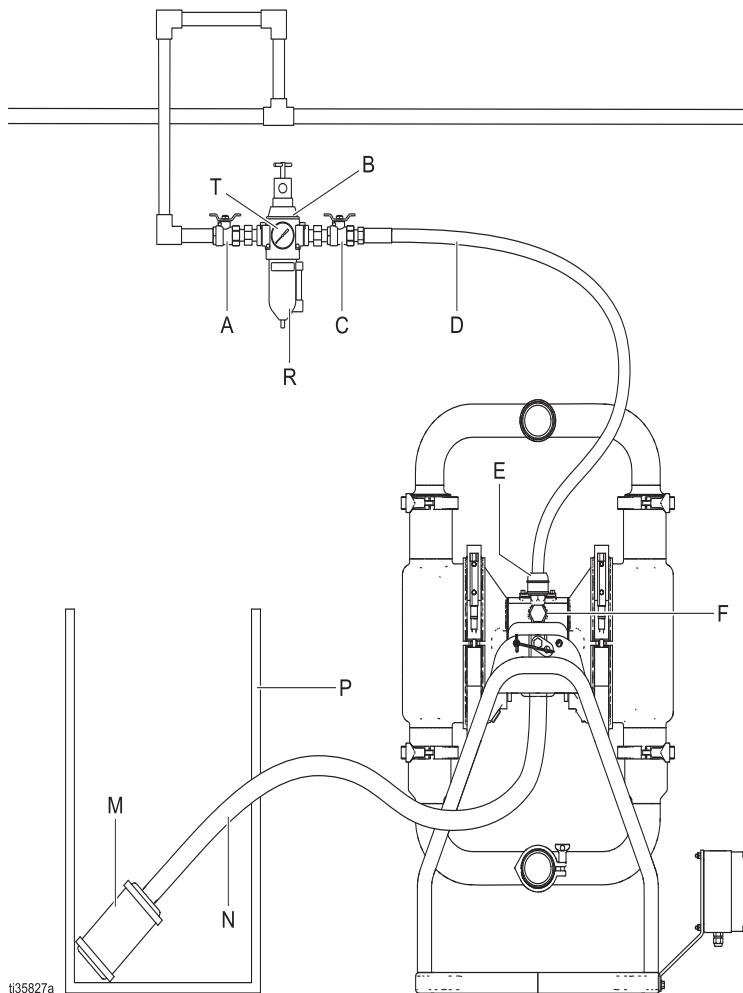

図 3: 排気の排出
システムが設置方式に合わせて適切に換気されることを確かめてください。可燃性または毒性のある液体をポンプ処理するときには、排気を、人間、動物、食物取り扱い場所、およびすべての着火源から離れた場所に排出する必要があります。ダイアフラムが破損した場合、ポンプ処理中の液体が空気とともに排出されます。液体を受け止める接地された容器を、排気ラインの端に配置してください。以下を参照してください：図 3。
- ポンプの排気ポートからマフラー (M) を取り外します。以下を参照してください： 3.
- 接地された導電排気ライン (N) を取り付けて、マフラー (M) をラインの反対側の端に接続します。排気ホースの最少サイズは19 mm (3/4 インチ) ID です。4.57 m (15 ft) 以上のラインが必要な場合、より大きな径のラインを使用してください。ラインを鋭い角度で曲げたり、ねじらないようにしてください。
- ダイアフラムが破損したときでも液体を受け止められるよう、排気ラインの末端に接地された導電容器 (P) を設置します。以下を参照してください：図 3。